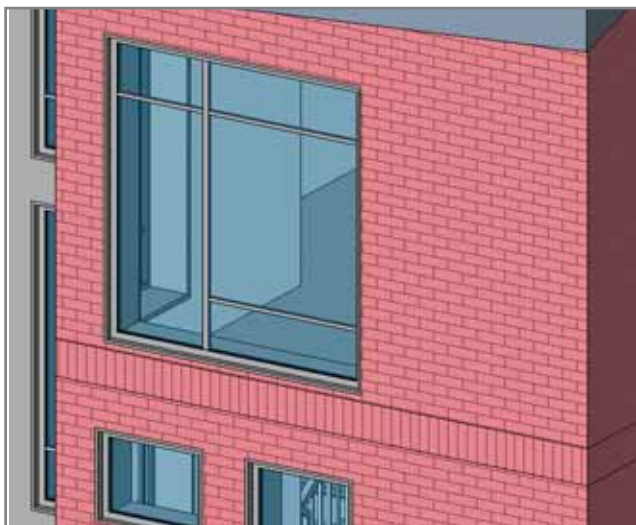

Рис. 7. Мы добавили в структуру стены вертикальную кирпичную кладку
11. Увеличьте изображение, чтобы увидеть сделанные изменения (рис. 7).